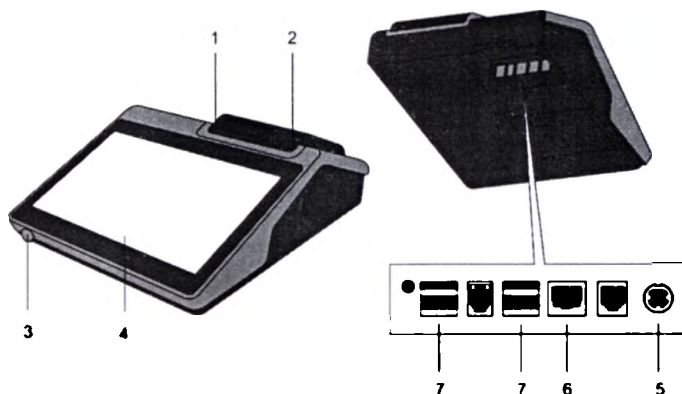

Рис. 1. Внешний вид терминала
Внешний вид терминала представлен на рис. 1.
Обозначения на рис. 1:
2. Включите терминал нажатием на кнопку включения (рис. 1) на передней панели. Запуск ПО начнется автоматически.
5. Для завершения работы с ПО нажмите на кнопку включения (рис. 1) на передней панели терминала. Выключение спирометра произойдет автоматически.